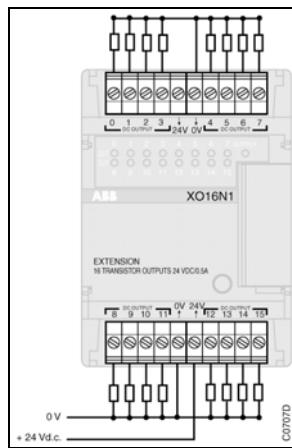

Figura 4-19: Extensión XO 16 N1
3.4. Extensión XO 16 N1 (ver Figura 4-19)